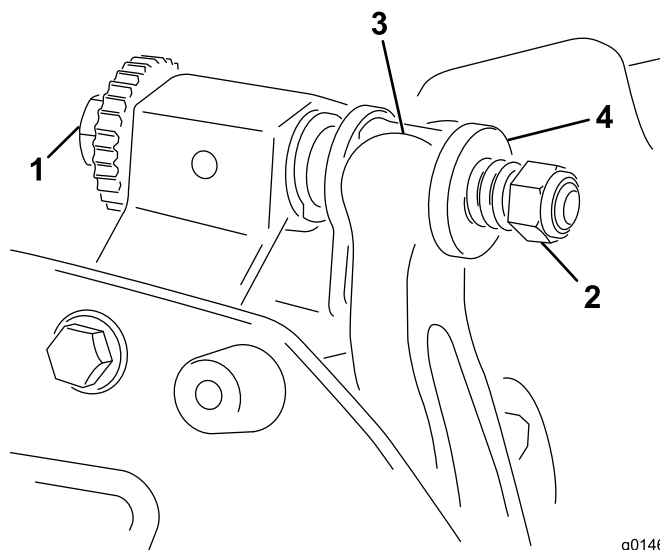

Figura 24
1. Ruotate la vite di regolazione della barra di appoggio in senso antiorario per allontanare la controlama dal cilindro (Figura 24).
2. Allentate il dado di tensione della molla, finché la rondella non sarà più in tensione contro la barra di appoggio (Figura 24).